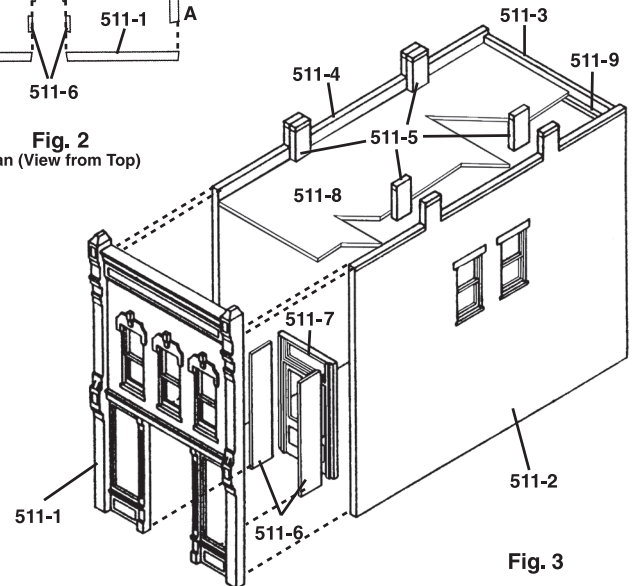

Fig. 3
- Install Roof (511-8) through bottom of building and glue to bottom of Chimney Backs (**Fig. 3**).
- Glue one Roof Support to bottom of Roof and along Front Wall (511-1) and one to bottom of Roof and along Rear Wall (511-3) (**Fig. 3**).
1. Mit dem Seitenwandmaterial (weißer Styrolstreifen) zwei Eingangstür-Seitenteile (511-6) in der gleichen Höhe wie die Eingangstür (511-7) (**Fig. 3**) schneiden.
3. Kleben Sie die vordere Tür-Baugruppe auf die Rückseite der Eingangswand (511-1) (**Fig. 3**).